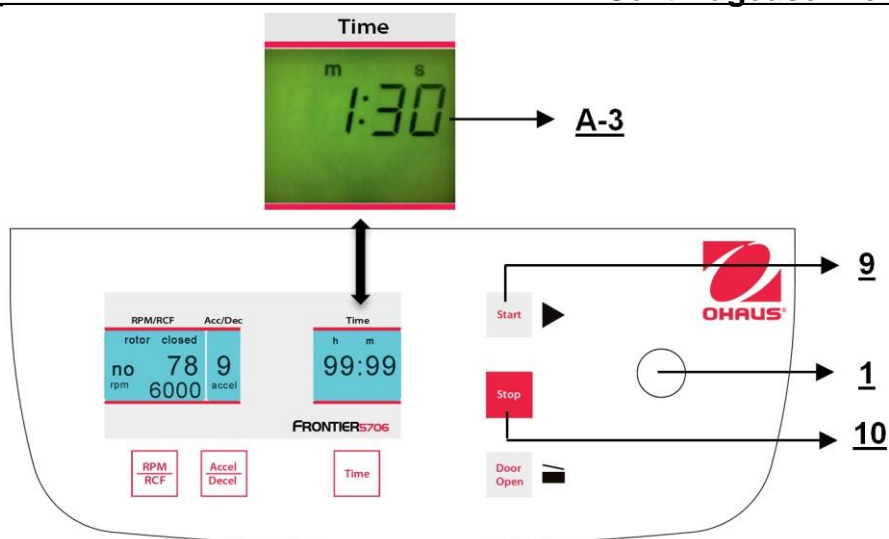

Figure. 22
Pour démarrer la centrifugeuse, s'assurer que le couvercle est fermé et appuyer ensuite sur la touche "**Start**" (9) (voir la figure 22). Avec la touche "**Start**" (9), l'utilisateur peut démarrer la centrifugation avec des paramètres présélectionnés manuellement. Lorsque la durée de fonctionnement présélectionnée est écoulée, la centrifugeuse s'arrêtera alors automatiquement, ou chaque centrifugation peut être interrompue avec la touche "**Stop**" (10).